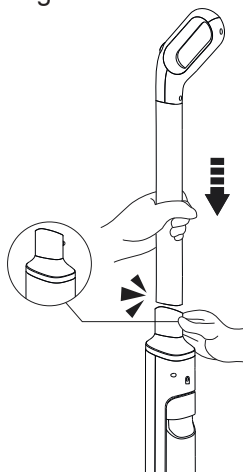

Fig.3
- Pon los rodillos en los ejes de transmisión y luego gire el rodillo de limpieza hasta que encaje en su lugar. (Fig. 3)